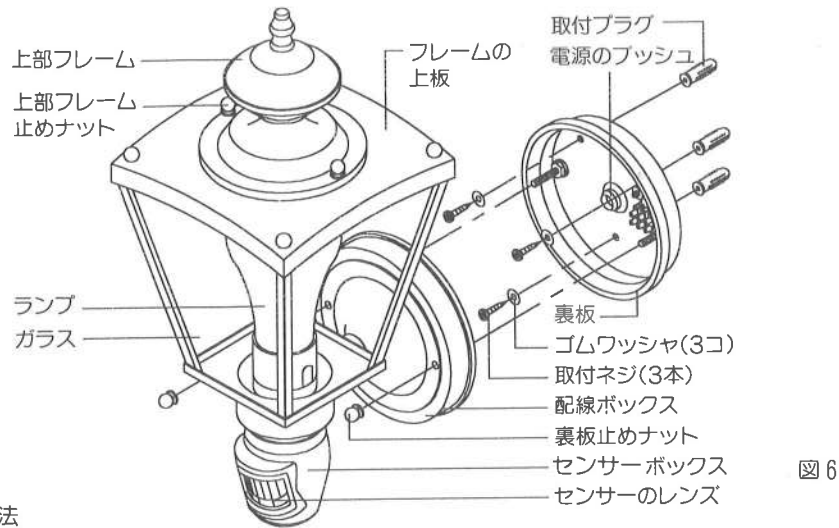

図 6
(図 6 参照)
- 取付け部が木材、新建材で30mm以上の厚さのときは、取付けネジで止めてください。(図 6 参照)